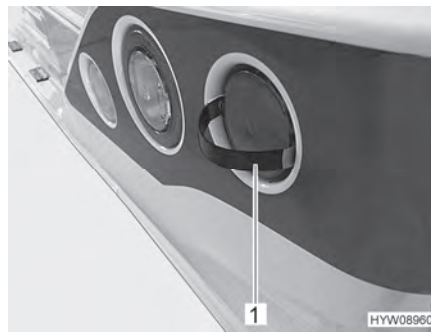

Bild 156 Ta av kåpan
- Stick in låstungor för det medlevererade verktyget (Bild 156,1) som beskrivs vid sidan av skyddet.